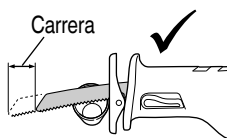
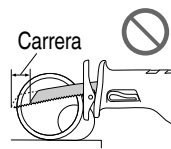
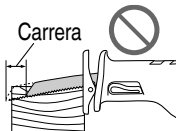

Fig. 15
Fig. 16
Fig. 18
- Seleccione una hoja de sierra del largo más apropiado. Lo ideal sería que el largo que sobresale de la base de la hoja de sierra después de restar la carrera sea mayor que el del material (consulte las Fig. 15 y 17). Si corte un tubo grande, una pieza de madera grande, etc., que exceda la capacidad de corte de la hoja, existiría el riesgo de que la misma no haga contacto con la pared interior del tubo, madera, etc., y podrían producirse daños. (Fig. 16, Fig. 18)